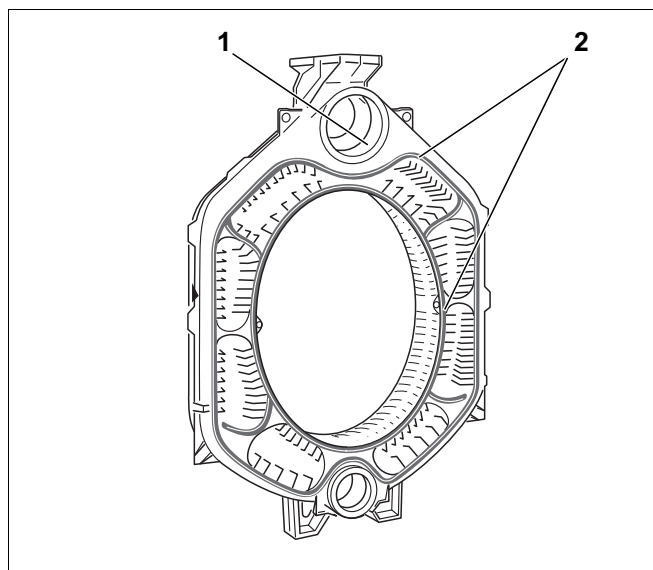

Fig. 12
- Smør inn tetningsflatene på navene med mønje (fig. 12, **pos. 1**).
- Smør inn tetningsfjærene med heftmiddel (primer) (fig. 12, **pos. 2**).